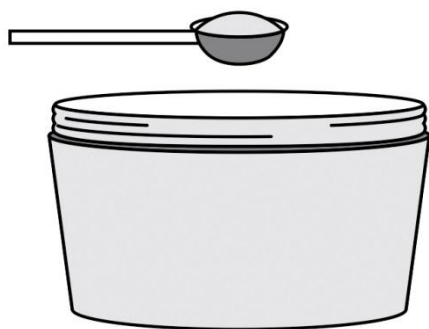

Рис. 23. Заполнение чашечкового электрода токопроводящей пастой или гелем
- При использовании чашечковых электродов помимо предварительного обезжиривания кожи требуется заполнить чашечковый электрод токопроводящей пастой или гелем (рис. 23).